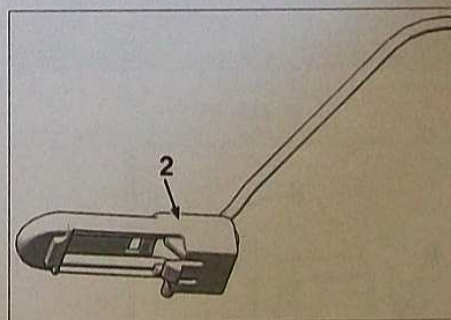

FIG. 66
Déposer les ressorts (2) (Fig.66).